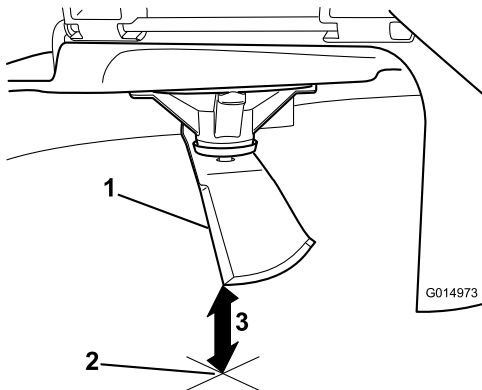

Figure 93
3. Mesurez la distance entre la pointe de la lame et la surface plane (Figure 93).